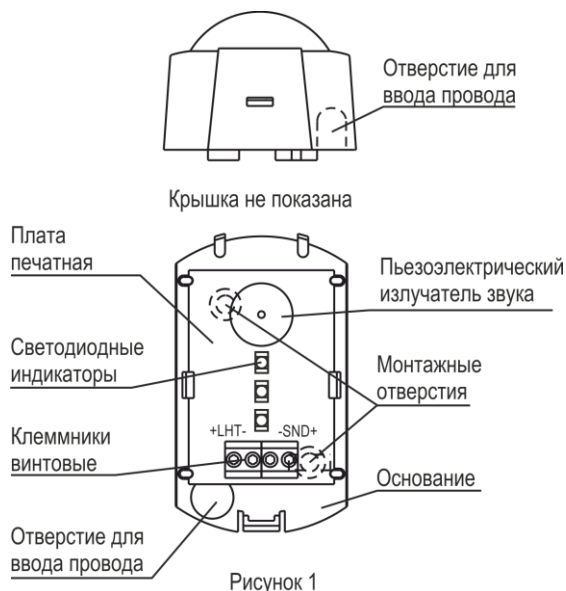

Рисунок 1
Оповещатель состоит из основания, печатной платы с радиоэлементами и крышки (рисунок 1).
- в)** выдавить отверткой в основании оповещателя заглушки выбранных монтажных отверстий и отверстий для ввода проводов (рисунок 1);